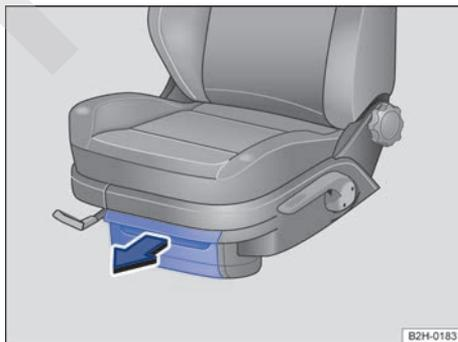

Fig. 97 Portaobjetos debajo de los asientos delanteros: portaobjetos con tapa (variante 1).
- Para *abrir* la tapa, accione el cierre y tire en el sentido de la flecha → **fig. 97**.